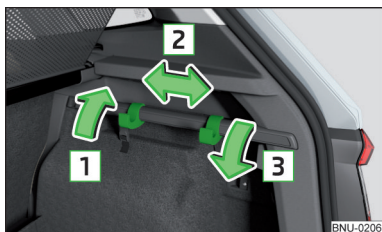

Abb. 131
- › Den Haken in Pfeilrichtung **1** nach oben klappen und in die gewünschte Position in Pfeilrichtung **2** verschieben » Abb. 131.